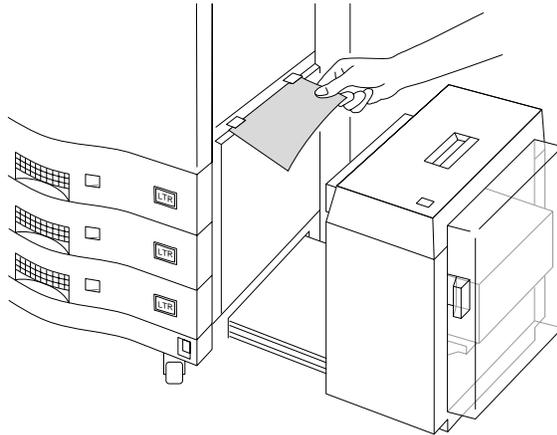

Figure 3-48 Retrait des feuilles coincées entre l'unité HCI et l'imprimante
5. Retirez les feuilles qui pendent au niveau de l'imprimante ou de l'unité HCI, comme illustré à la Figure 3-48.